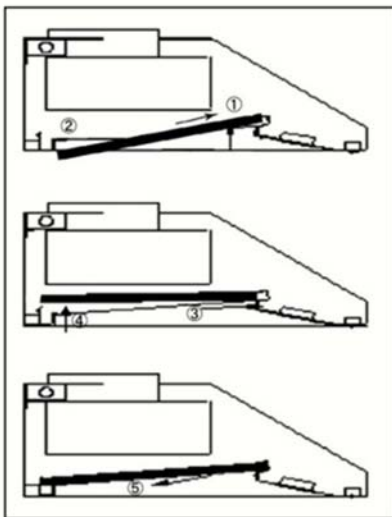

Figure 1
7. Débranchez le cordon d'alimentation et retirez les filtres à chicane en acier inoxydable, tel qu'illustré à la Figure 1